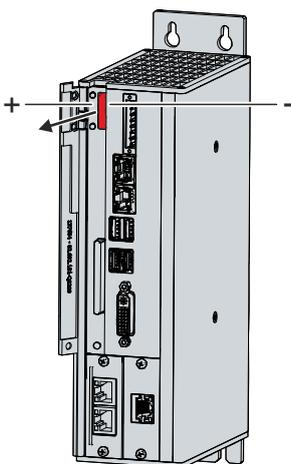

Abb. 20: Batteriewechsel
2. Stecken Sie die neue Batterie per Hand in den PC. Achten Sie dabei auf die richtige Polung. Der Minuspol der Batterie muss zur Spannungsbuchse des Industrie-PCs zeigen (siehe Abb. 20).